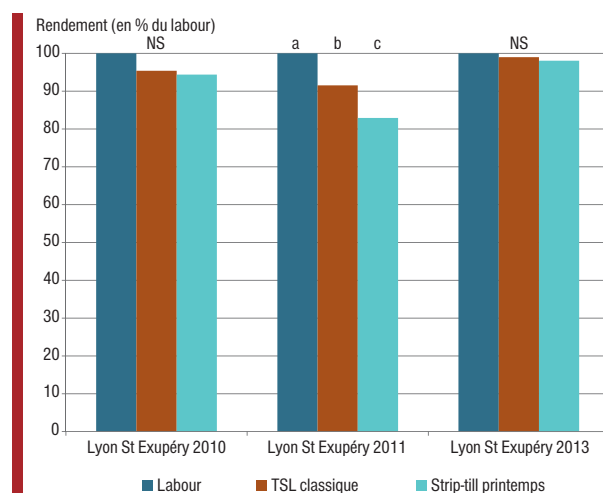

Figure 1 : Rendement du maïs sur maïs à Lyon Saint Exupéry (69) pour les années 2010 à 2013. Sol de gravier.
En 2010 et 2011, les rendements ont été pénalisés par des manques à la levée allant jusqu'à 10 % (1). En 2012, des dégâts d'oiseaux ont rendu les résultats inexploitable. En revanche, en 2013, le maïs n'a pas vu d'événements majeurs contrecarrer sa croissance, les rendements des différentes techniques sont alors statistiquement équivalents (figure 1).